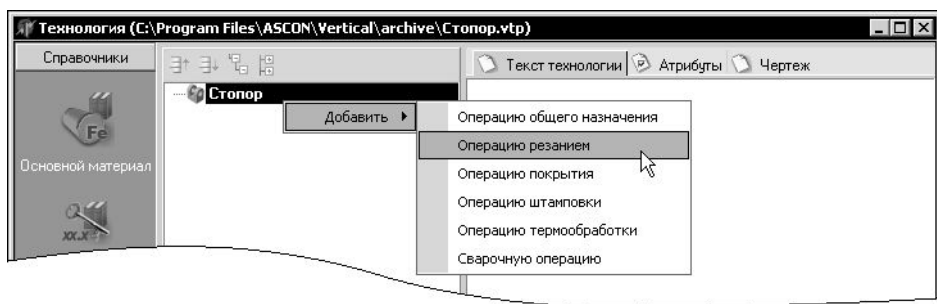

Рис. 9.4. Добавление новой операции в техпроцесс
2. В контекстном меню раскройте единственный пункт **Добавить** и выберите требуемый тип операции (на рис. 9.4 выбрана операция механообработки).